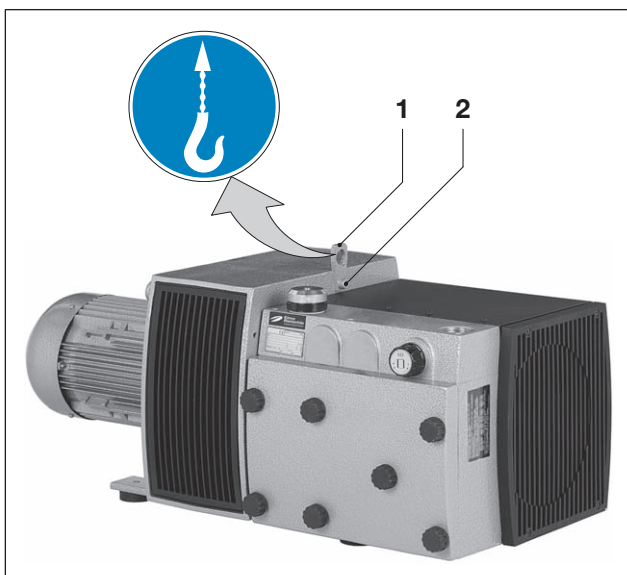

Fig. 1 Elevación y transporte
- a) Apretar bien el tornillo de fijación (fig. 1/2) en la brida de transporte (fig. 1/1).